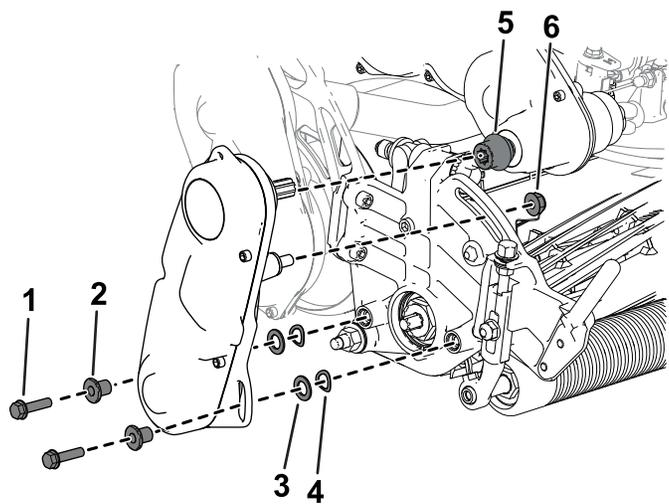

図 40
3. カッティングユニットからリール駆動アセンブリを外す 図 40 金具類は捨てないこと。